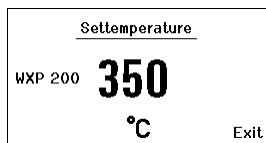

Fig. 5
1. Mantener pulsado el selector deseado (10). La temperatura de referencia actual aparecerá en la pantalla (véase la Fig. 5).
2. Ajustar la temperatura de referencia deseada mediante el selector giratorio (5).
3. Confirmar el valor pulsando la tecla Enter (6).